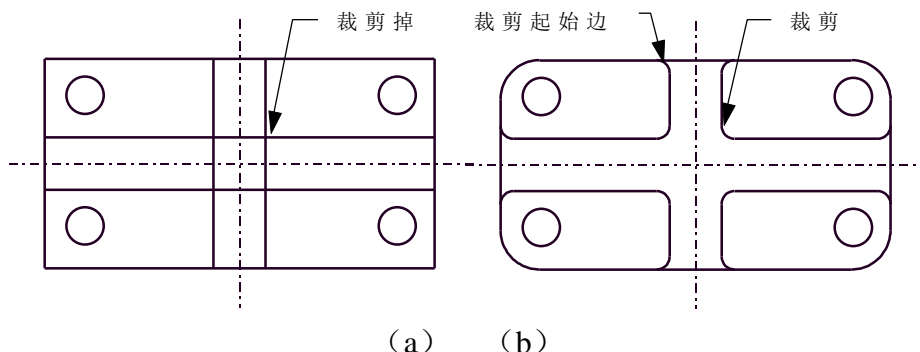

图 4-18 过渡中的裁剪操作
例 1：图 4-18 中的几个实例说明，在快速裁剪操作中，拾取同一曲线的不同位置，将产生不同的裁剪结果。
**例 2:** 在机械零件中经常会遇到安装件倒圆角和铸造圆角等工艺要求, 图 4-29 所示即属于这种情况。首先如图 4-18 (a) 所示绘制出基本图线, 如直线、圆和矩形, 然后将两肋板相重叠的四条短线段用上一节介绍的方法裁剪掉, 接下来进行倒圆角操作, 注意: 倒角过程中有些使用【裁剪】方式, 有些使用【裁剪起始边】方式, 应加以区别。操作完成后, 可以得到如图 (b) 所示的最终结果。